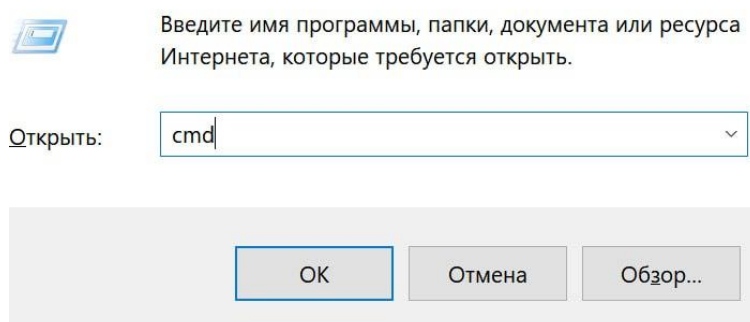

Рис. 1 – Запуск командной строки
1.2.1.2 Нажмите win+R, в появившемся окне введите cmd (рис. 1).